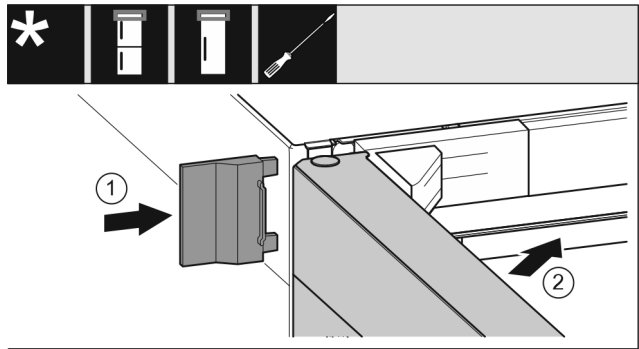

Fig. 21
- Desplace la cubierta exterior. Fig. 21 (1)
- Cierre la puerta superior. Fig. 21 (2)
- Enchufe el conector (G) en la parte posterior del aparato. Preste atención a que encaje correctamente.